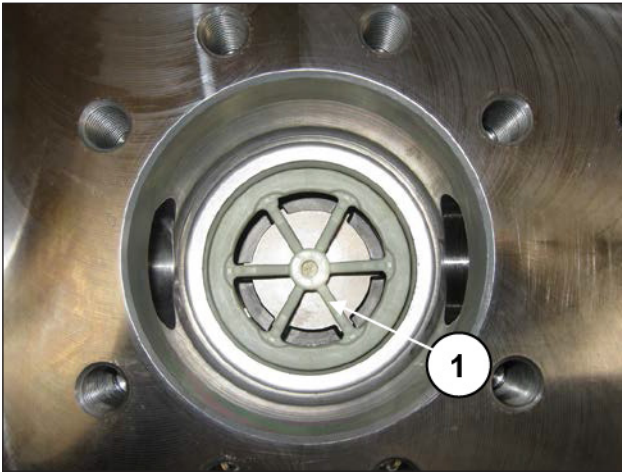

Fig. 183
El grupo de la válvula se ha de introducir a fondo como se indica en la pos. ①, Fig. 183.